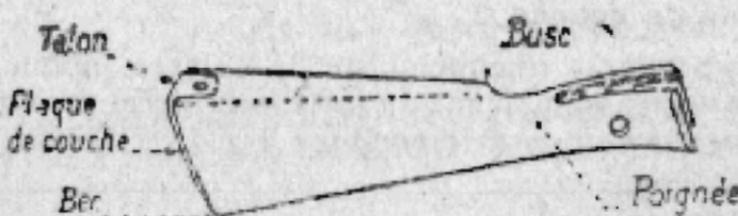

Fig. 24. — Crosse.
84. **Crosse** (fig. 24) : la *poignée*, le *busc*, le *talon*, le *bec*